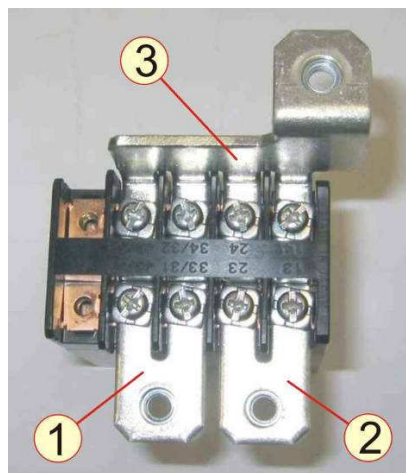

Рис.6.10
**6.7.4** Взять реле, выкрутить все контактные винты. Снять шины 1, 2 и 3 (рис.6.10). Положить шины, винты и реле в тару.